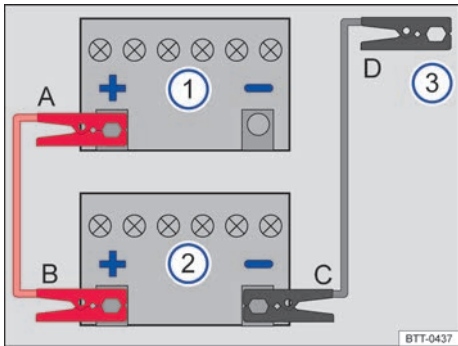
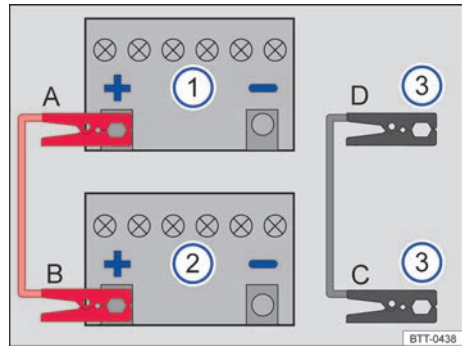

Fig. 231 Esquema para conectar los cables de emergencia en el caso de que el vehículo que suministra la corriente no disponga del sistema Start-Stop.
Fig. 232 Esquema para conectar los cables de emergencia en el caso de que el vehículo que suministra la corriente disponga del sistema Start-Stop.
Leyenda de la fig. 231 y fig. 232:
Los cables de arranque solo se deberán conectar en el orden **A – B – C – D** ⇒ fig. 231 o ⇒ fig. 232.
- Conecte un extremo del cable de arranque *rojo* al polo positivo (+) ⇒ fig. 231 o ⇒ fig. 232 del vehículo con la batería descargada ① ⇒ ⚠.
- Conecte el otro extremo del cable de arranque *rojo* al polo positivo (+) de la batería del vehículo que suministra la corriente ②.
- En los vehículos **sin sistema Start-Stop**, conecte un extremo del cable de arranque *negro* preferentemente a la toma para la ayuda de arranque (terminal de masa) (-) del vehículo que suministra la corriente; de lo contrario, al polo negativo (-) de la batería de este vehículo ⇒ fig. 231 ②.
- En los vehículos **con sistema Start-Stop**, conecte un extremo del cable de arranque *negro* ⇒ fig. 232 ③ preferentemente a una toma para la ayuda de arranque (terminal de masa) (-); de lo contrario, a la argolla de remolque delantera enroscada, a una pieza de metal maciza que vaya atornillada al bloque motor o al mismo bloque motor.
- Conecte el otro extremo del cable de arranque *negro* ⇒ fig. 231 ③ o ⇒ fig. 232 ③ preferentemente a la toma para la ayuda de arranque (terminal de masa) (-) ⇒ pág. 374 del vehículo con la batería descargada; de lo contrario, a la argolla de remolque delantera enroscada ⇒ pág. 379, a una pieza de metal maciza atornillada fijamente al bloque motor o al mismo bloque motor ⇒ ⚠.
- Desconecte los cables de arranque siguiendo únicamente el orden **D – C – B – A** ⇒ fig. 231 o ⇒ fig. 232.